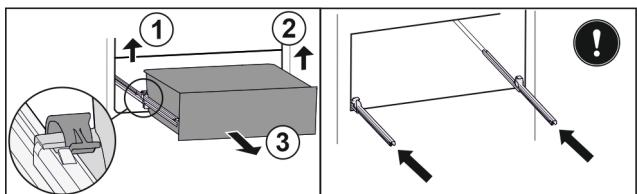

Fig. 117
- ▶ 提起左侧夹子，同时将抽屉左侧向前拉。Fig. 117 (1)
- ▶ 提起右侧夹子，同时将抽屉右侧向前拉。Fig. 117 (2)
- ▶ 朝前取出抽屉。Fig. 117 (3)